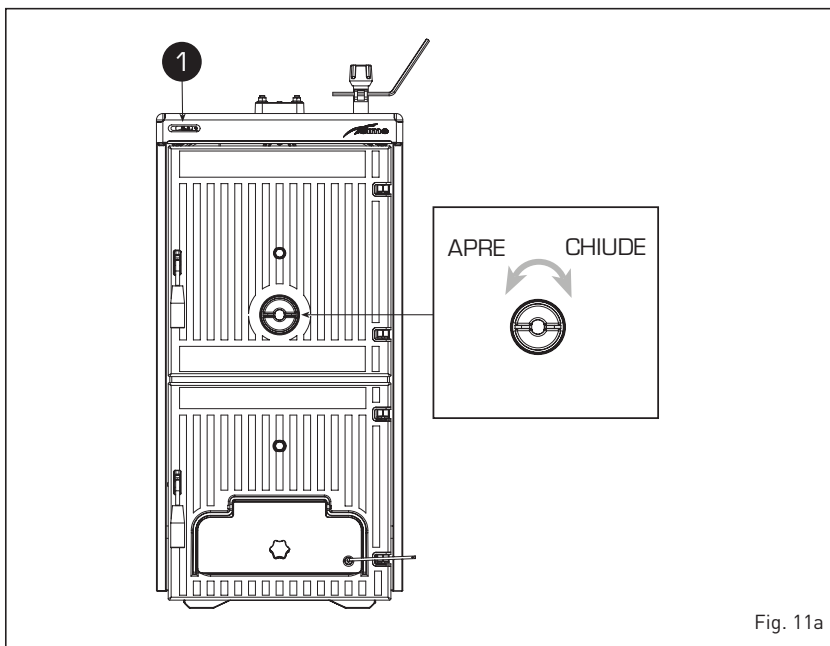

Fig. 11a
5.2 TERMOMETRO CALDAIA (fig. 11a)
5.3 REGOLAZIONE ARIA (fig. 11a- 11b)